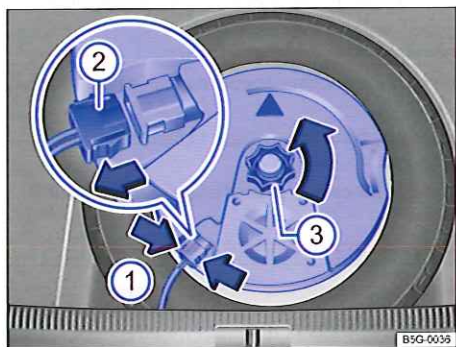

Fig. 244 Dans le coffre à bagages : dépose du caisson de graves
- Pour déverrouiller la fiche \Rightarrow fig. 244 (2), comprimez les ergots de fixation \Rightarrow fig. 244 (flèches 1).
- Débranchez la fiche (2) puis posez le câble électrique débranché sur le côté.
- Dévissez la molette (3) en la tournant dans le sens inverse des aiguilles d'une montre (flèche).